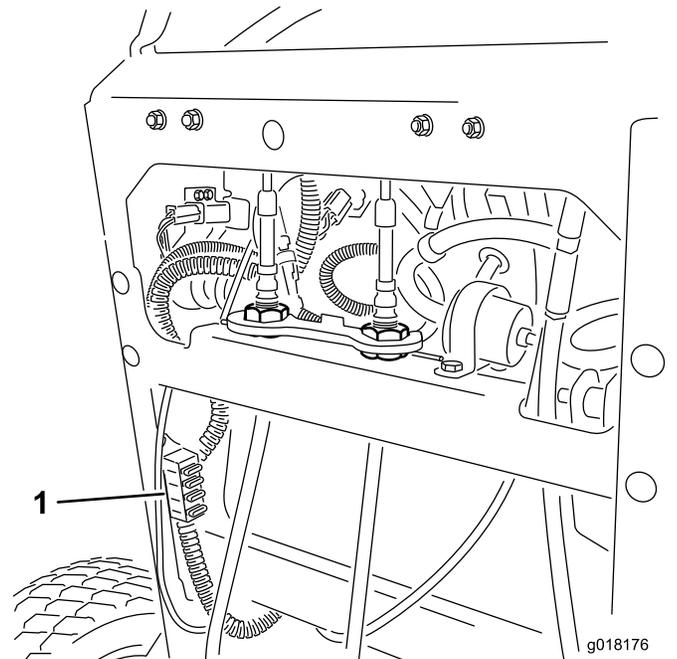

Figure 52
- Tirez le fusible pour le sortir ou le remplacer (Figure 52).
Remarque: Veillez à utiliser un fusible du bon calibre (Figure 52).